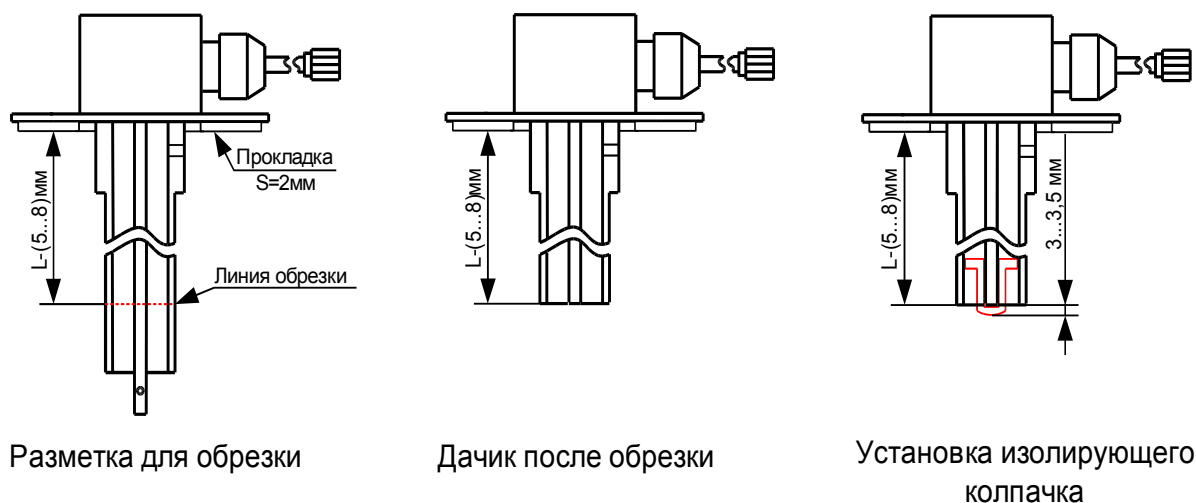

Рис.4 Разметка для обрезки, обрезка датчика до требуемой длины и установка изолирующего колпачка.
Последовательность разметки, обрезки датчика до требуемой длины и установка изолирующего колпачка приведена на рис.4.
- установить до упора изоляционный колпачок на центральный электрод датчика, **выдержав размер выступающей части колпачка не более 3,5 мм** в соответствии с рис.4;